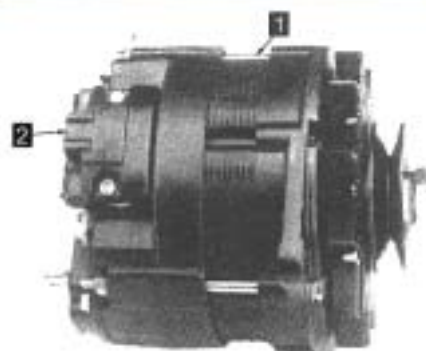

Figure 21.22 • Alternateur à régulateur électronique intégré.
- les mauvais contacts aux connexions ou à la masse, sources de différences de potentiel imprévues et causes de mauvais fonctionnement de la régulation (figure 21.22).